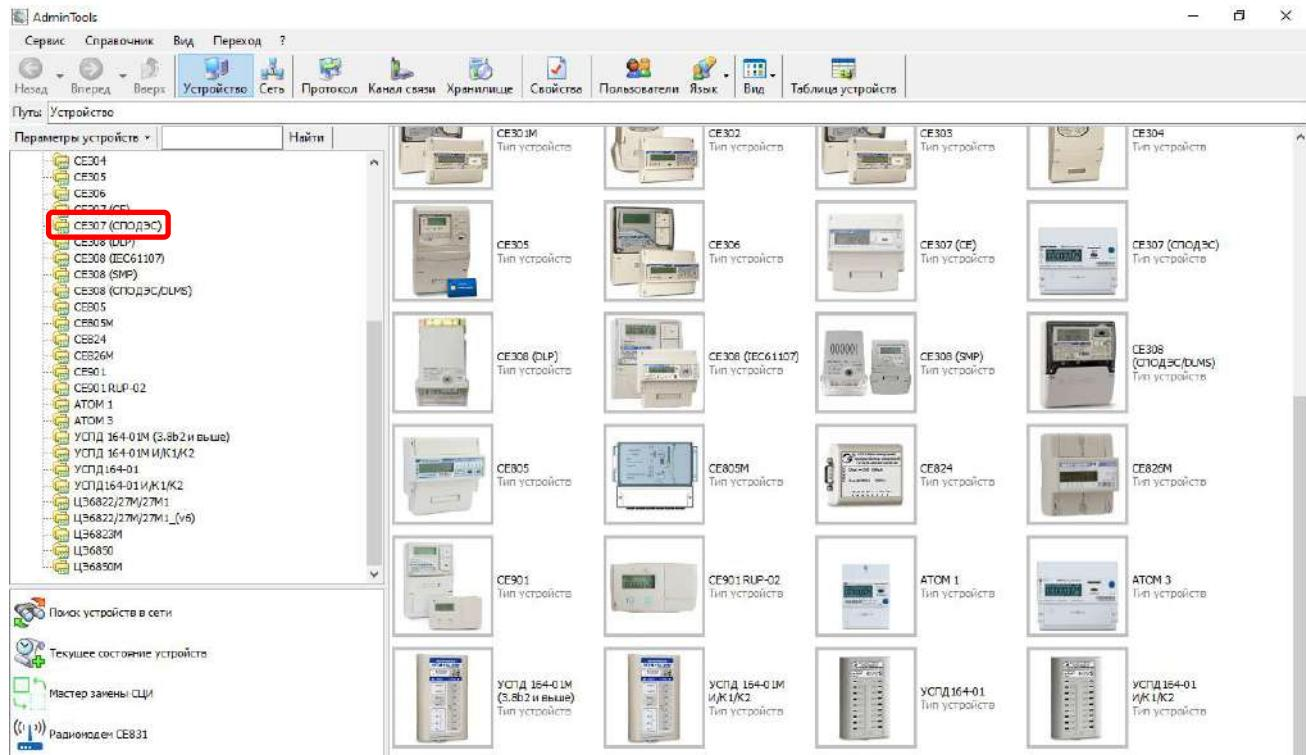

Рисунок 17 – Вид окна программы для выбора типа счётчика
5.3.4.2 Выберите протокол обмена СПОДЭС, тип устройства «СЕ 307» (см. Рисунок 17).